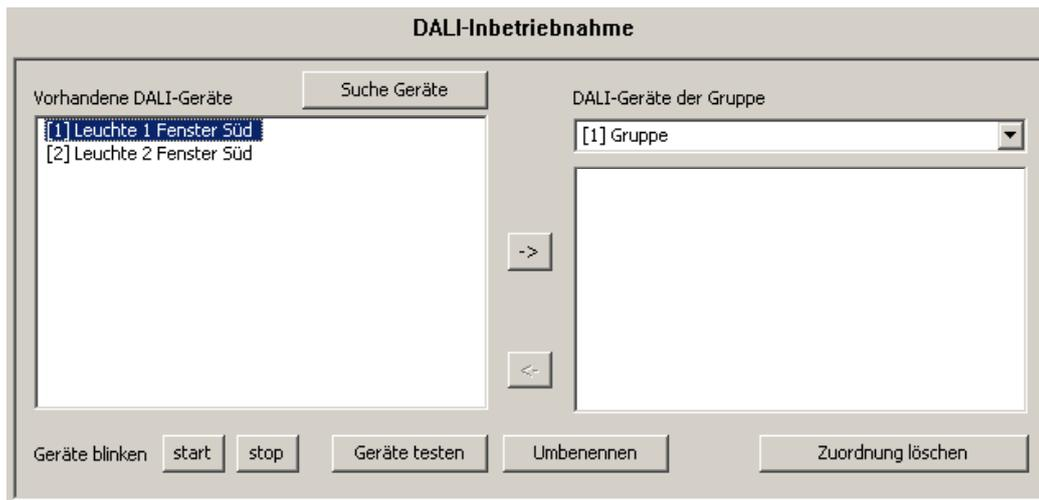

Fig. 38: Beispiel für Namensgebung der identifizierten Betriebsgeräte
Es öffnet sich ein Dialog zum Umbenennen des Gerätenamens. Es können Namen bis maximal 28 Zeichen Länge angegeben werden. Der Name darf alphanumerische als auch Sonderzeichen enthalten. Es wird empfohlen, jedes Betriebsgerät auf diese Weise eindeutig zu kennzeichnen (z. B. "Leuchte 1 Fenster Süd", "Leuchte 2 Fenster Süd", "Leuchte 1 Büro Mitte", etc. / vgl. Fig. 38 auf der nächsten Seite).
- ❶ Die Kurzadresse eines Betriebsgerätes, die in eckigen Klammern vor dem Gerätenamen angezeigt wird, ist nicht änderbar.
- ❶ Die Kurzadressen der identifizierten Betriebsgeräte werden zufällig vergeben. Um bei der Namensgebung erkennen zu können, welches Betriebsgerät tatsächlich durch den Listeneintrag gekennzeichnet ist, können verschiedene Testfunktionen des Plug-In verwendet werden. Am unteren Rand der Inbetriebnahmeumgebung sind die Schaltflächen "start", "stopp" und "Geräte testen" angeordnet, welche die Testfunktionen bedienen (vgl. Fig. 38). Die Geräte, welche getestet werden sollen, müssen zunächst im linken Teilbereich selektiert werden. Durch Betätigung der Schaltfläche "start" kann ein zyklisches Blinken (ca. 0,2 Hz) der ausgewählten Betriebsgeräte gestartet werden. Blinkende Geräte werden im Listenfeld durch die Ergänzung "--> blinkt" gekennzeichnet. Das Blinken wird erst durch Betätigen der Schaltfläche "stopp" unterbrochen. Eine Betätigung der Schaltfläche "Geräte testen" öffnet die erweiterte Testumgebung der DALI-Inbetriebnahme. An dieser Stelle lassen sich die zuvor ausgewählten Betriebsgeräte ein- und ausschalten. Zusätzlich kann ein zyklisches oder intervalldefiniertes Blinksignal an die entsprechenden Betriebsgeräte übermittelt werden.